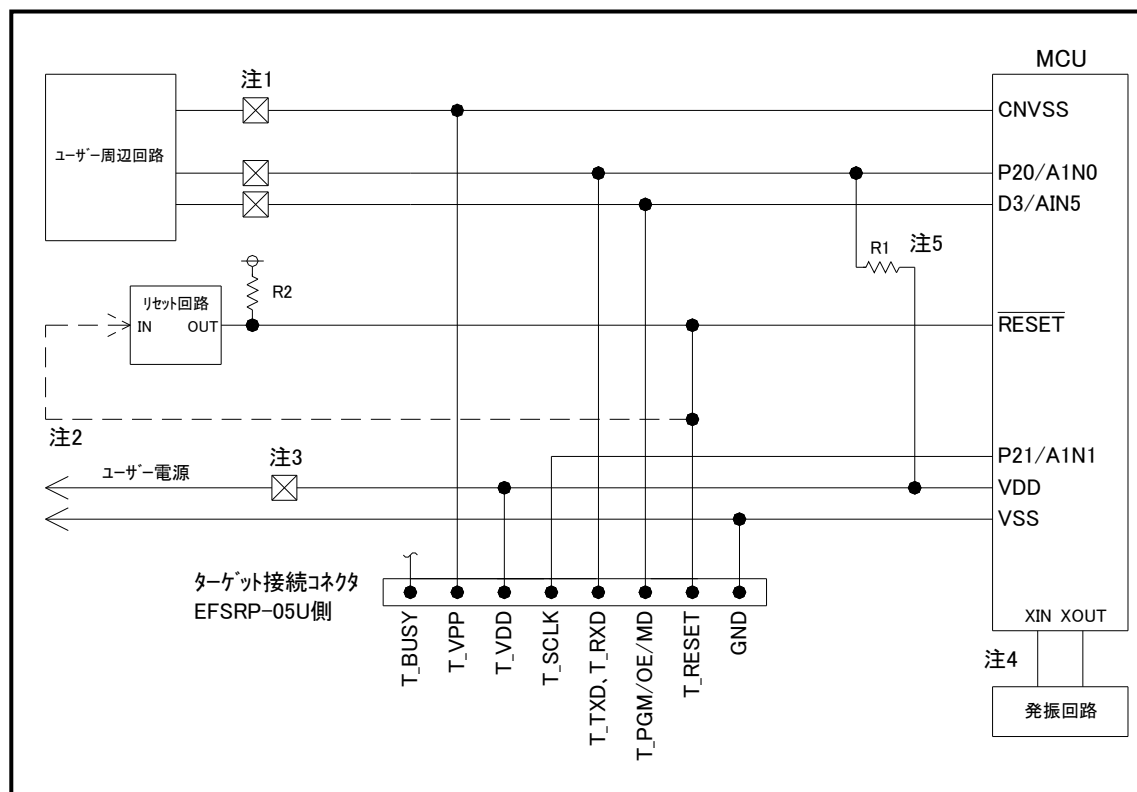

図3.1 ターゲットMCU周辺回路例
- (1) 4508/4509グループご使用の場合でのターゲットMCU周辺回路例を図3.1に示します。